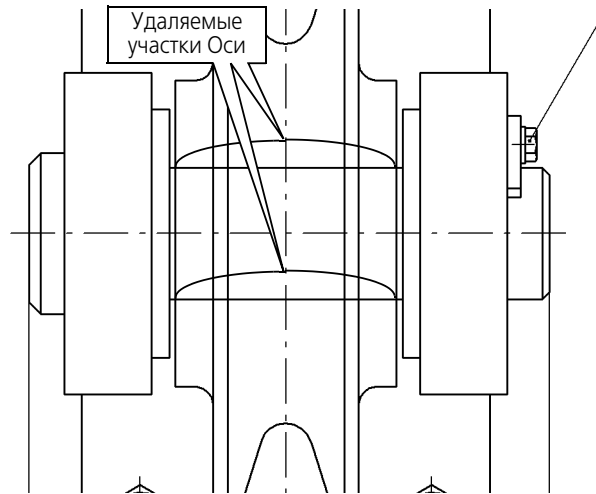

Рис. 53.40. Лишние отрезки на чертеже
4. Увеличьте часть вида, так как это показано на рис. 53.40.